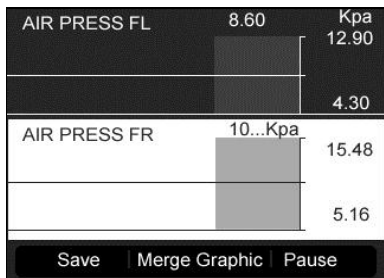
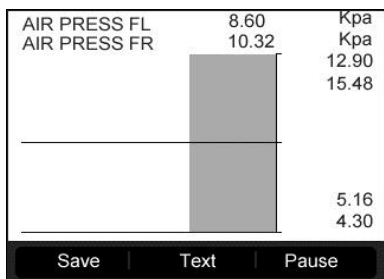

Figura 14.7
Figura 14.8
- Cuando los datos de los sensores se muestran en un gráfico, el instrumento ofrece dos opciones más: **Gráfico doble** y **Combinar gráfico**. La primera opción puede mostrar dos gráficos en la misma pantalla (Figura 14.7), y la última opción puede combinar dos gráficos en uno. (Figura 14.8)